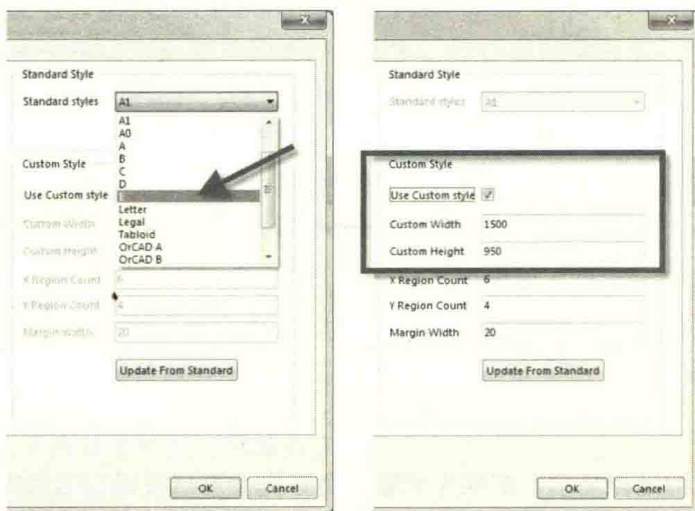

图 4-3 页面大小的参数设置
(2) 通过第 (1) 步进入原理图页参数设置界面，在右上角可以从 Altium Designer 提供的“Standard Style”（标准风格）中选择合适的页面大小，如果标准风格中没有需要的尺寸，可以选择勾选下面的“Use Custom style”使用自定义风格，“Custom Width”处可以定义原理图页的宽度，“Custom Height”处可以自定义高度，如图 4-3 所示。